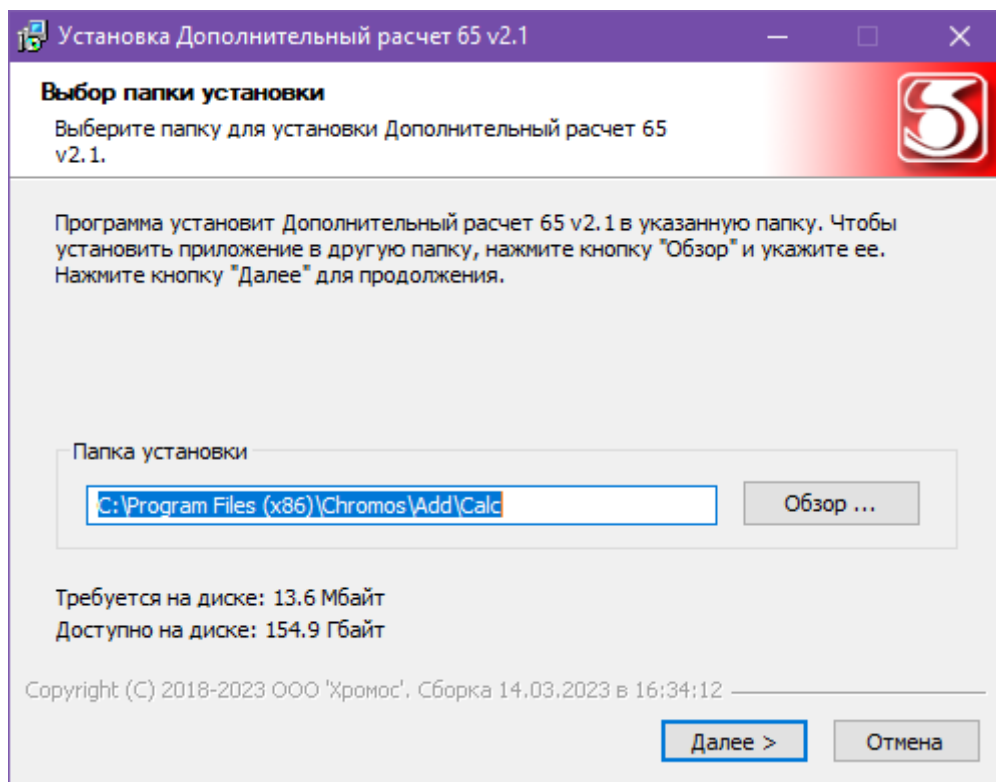

Рис. 1. Установка программы
2. Укажите путь установки программы и нажмите **Далее >** (Рис. 1).